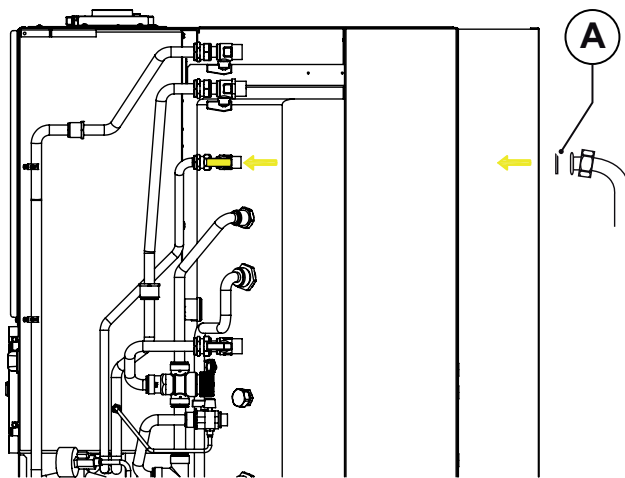

Fig. 17 Racordare la rețeaua de gaz
Pentru a conecta racordul de gaz al centralei termice la țevile de alimentare, este **OBLIGATORIU** să interpuneți o garnitură de etanșare (A) de mărime și din material adecvat (vezi Fig. 17 Racordare la rețeaua de gaz).